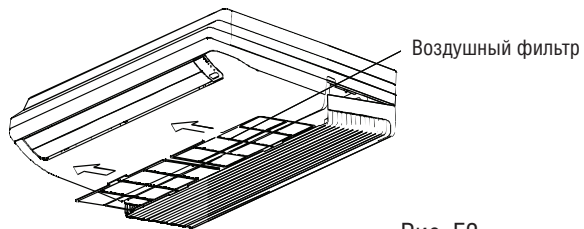

Рис. E2
2. Извлеките воздушный фильтр (см. рис. E2).
4. Установите воздушный фильтр в порядке, обратном показанному на рис. E2.